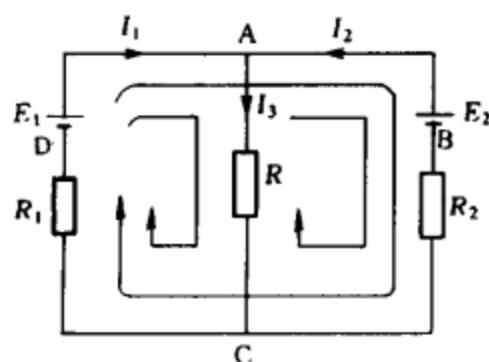

图 1-4 基尔霍夫定律图例
电路中三个或三个以上的支路相汇集的点称为节点, 如图 1-4 中的 A、C 两点。基尔霍夫第一定律指出: 对于电路中的任一节点, 流入节点的电流  $I_i$  之和必等于流出该节点的电流  $I_o$  之和。即
式 (1-12) 表明流入节点电流的代数和为零。在图 1-4 中, 对于节点 A 来说, 有:
在图 1-4 中，对于回路 ABCDA，若按图示选定顺时针方向绕行一周，可列写出回路电压方程式为
**【例 1-2】** 在图 1-4 所示电路中，已知  $R_1 = 1\Omega$ ， $E_1 = 130V$ ， $E_2 = 117V$ ， $R_2 = 0.6\Omega$ ， $R_3 = 24\Omega$ ，求  $I_1$ 、 $I_2$  和  $I_3$ 。
**解：**先标出各电流的正方向和回路的绕行方向，如图 1-4 所示。